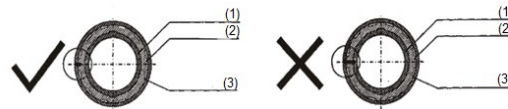

Fig. 5
- L'albero e l'adattatore devono essere fissati in modo uniforme con viti a testa svasata 4×10 Autofilettanti. La punta della vite non deve penetrare nell'involucro, altrimenti il meccanismo interno del dispositivo può essere danneggiato (Fig. 5).